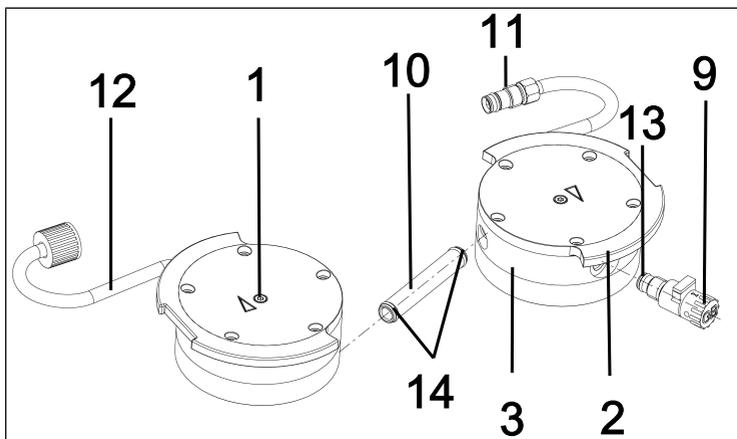

图20: 更换O形圈
2. 将连接管（10/图 20）从泵头连接板（3）上拔出。
3. 更换连接管（10/图 20）上的两个O形圈（14）。
- i** 如果无法将O形圈（14）从连接管（10/图 20）上取下，则轻轻将它们向中间按，必要时使用钳子。
6. 将气镇阀（9/图 20）从泵头连接板（3）上拧出。
7. 更换气镇阀（9/图 20）上的O形圈（13）。
8. 将气镇阀（9/图 20）拧入相应的泵头连接板（3）直至限位。然后再次拧回气镇阀，直至平面对准上方。
7. 将连接管（10/图 20）再次插入两个泵头连接板（3）。